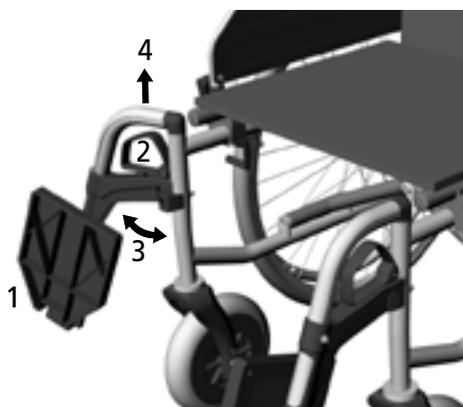

Abb.9
3. Schwenken Sie die Beinstütze zur Seite (3, Abb. 9).
4. Wenn Sie die Beinstütze abnehmen wollen: Greifen Sie die Beinstütze am waagrechten Teil des Rohrs und ziehen Sie die Beinstütze nach oben aus der Führung heraus (4, Abb. 9).